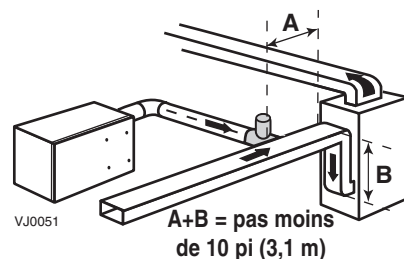

Figure 7
- Relier cette ouverture à une extrémité de la section supérieure d'un raccord en T en métal (le T sera inversé, voir la pièce en gris dans la Figure 7).
- Relier l'autre extrémité de la section supérieure du raccord en T à la bouche de distribution d'air frais du VRC (voir la Figure 7).